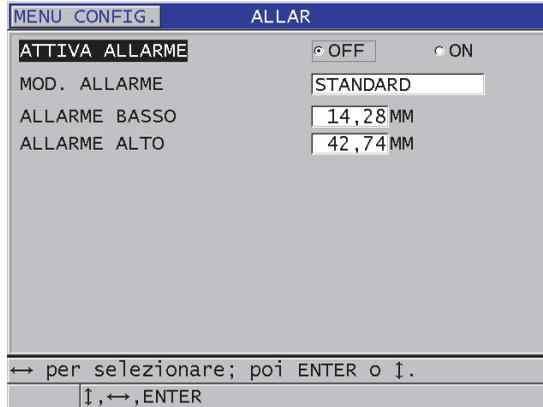

Figura 8-7 Regolazione dell'allarme STANDARD
3. Nella schermata **ALLAR.** (vedere Figura 8-7 a pagina 141):